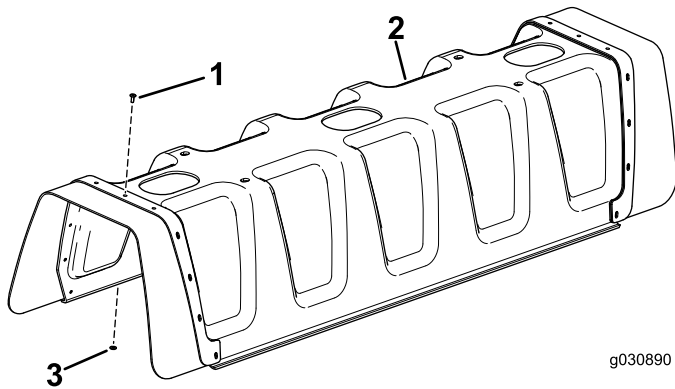

Figura 4
3. Instale 11 remaches ciegos (3/16" x 1/2") y arandelas (3/16") en la cubierta del brazo central (Figura 4).